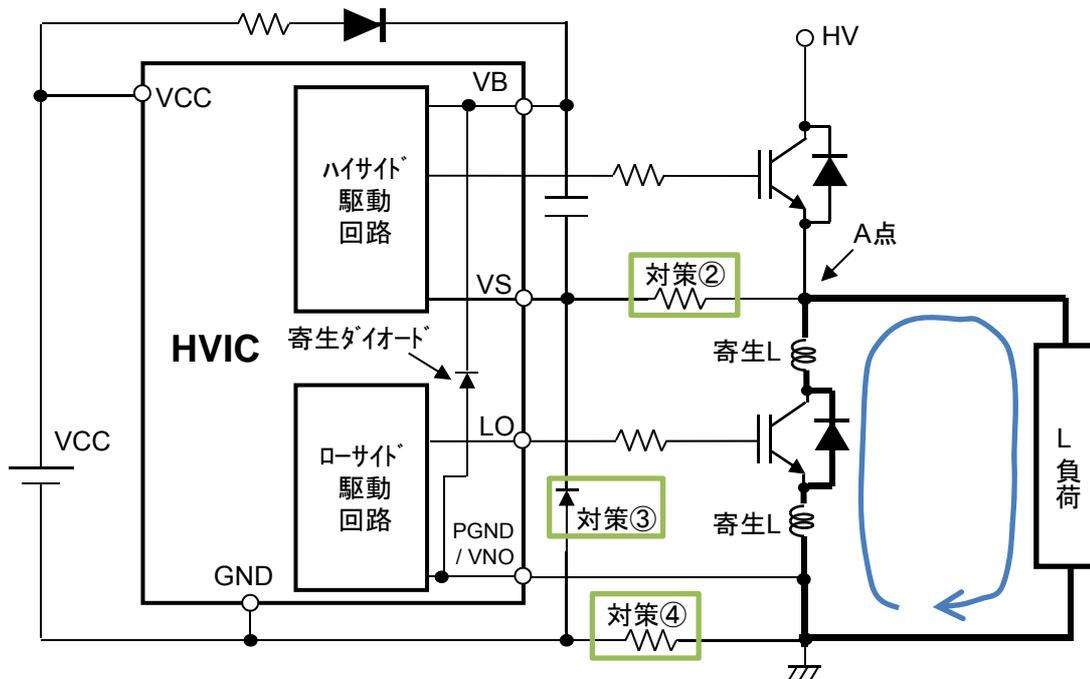

図15 L負荷接続時の誤動作
HVICを用いてパワー素子(IGBT/MOSFET)をオン/オフ動作させる時、実装基板上の素子の配置、及び配線の影響により、HVICのVS端子電位が、GND電位に対して過渡的に負の電位となり、HVICが誤動作する場合があります。図15にVS負サージと誤動作の関係を示します。
- ①ハイサイドパワー素子のゲート抵抗を大きくし、寄生インピーダンスに流れる過渡電流を小さくする。
- ②A点とVS端子間に抵抗を挿入し、VS電位低下を抑制する。ただし、本抵抗は、ブートストラップコンデンサ充電経路に入りますので、ハイサイドパワー素子のゲートが開き、アーム短絡する可能性があります。適切な抵抗値を選定願います。
- ③GND-VS間に、クランプ用として高速リカバリダイオードを挿入する。
- ④GND-PGND/VNO間に抵抗を挿入し、対策③のダイオードに流れる電流を制限し、クランプ効果を高くする。
- ⑤図15の太線部の配線長を出来るだけ短く、かつ太い配線とし、配線インピーダンスを小さくする。